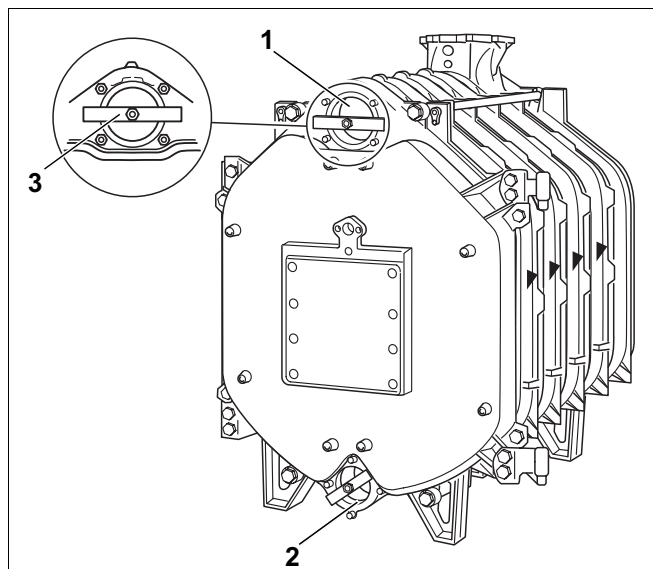

Fig. 19
- Etter at kjelen er plassert i riktig stilling skal transport-sikringene (fig. 19, **pos. 3**) fjernes fra det øvre og nedre navet (fig. 19, **pos. 1 og 2**).